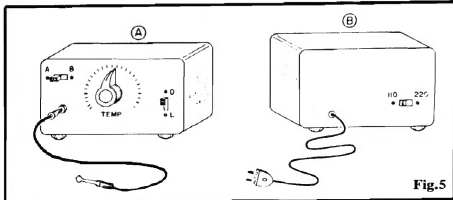

Fig.5
- **FIG. 5 - A CAIXA** - Conforme já dissemos, são muitas as possibilidades ou variantes de "encaixamento" do módulo (o uso, o ambiente e outras circunstâncias, poderão ser determinantes nessa decisão...). Entretanto, a nível geral, a sugestão mostrada na figura nos parece a mais adequada e simples: no painel frontal do **container** podem ficar o potenciômetro (com respectivo knob e escala graduada...), a chave "liga-desliga" e o "chaveamento de função" (alarme "baixo" ou "alto"), além do eventual jaque para inserção do plugue extremo do cabinho que vem do NTC... Na parte traseira da caixa podem ficar a passagem (com ilhós de borracha próprio...) do cabo de força e a chave de escolha da Tensão da rede local ("110-220"). Numa das laterais (ou mesmo no topo...) da caixa, o alto-falante pode ser internamente instalado, confrontando com um conjunto de furi-nhos ou frestas destinadas à passagem do som para o exterior...